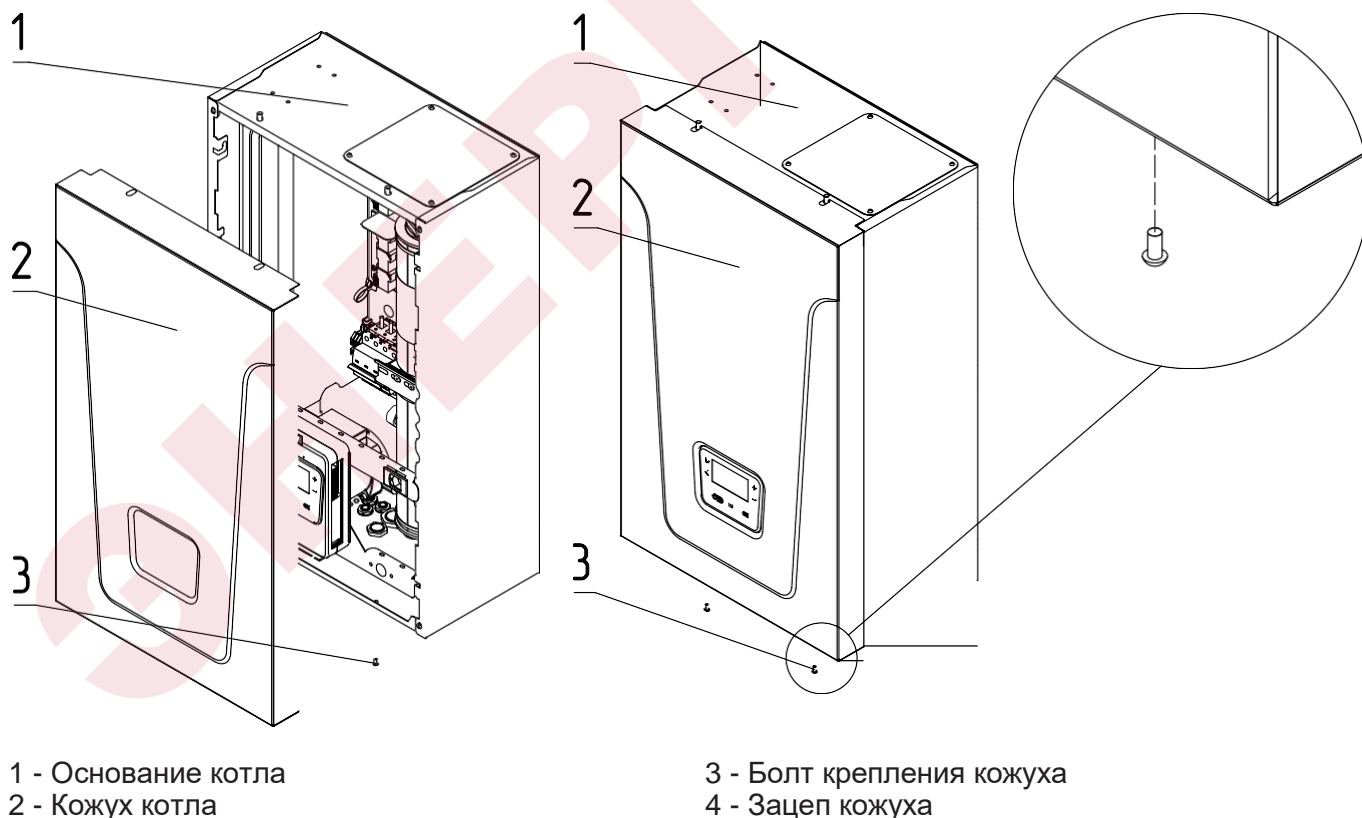

Рис.7 Снятие кожуха
- выкрутить болты крепления (Рис.7 поз.3);
- переместить кожух вверх, сняв с зацепов (Рис.7 поз.4);